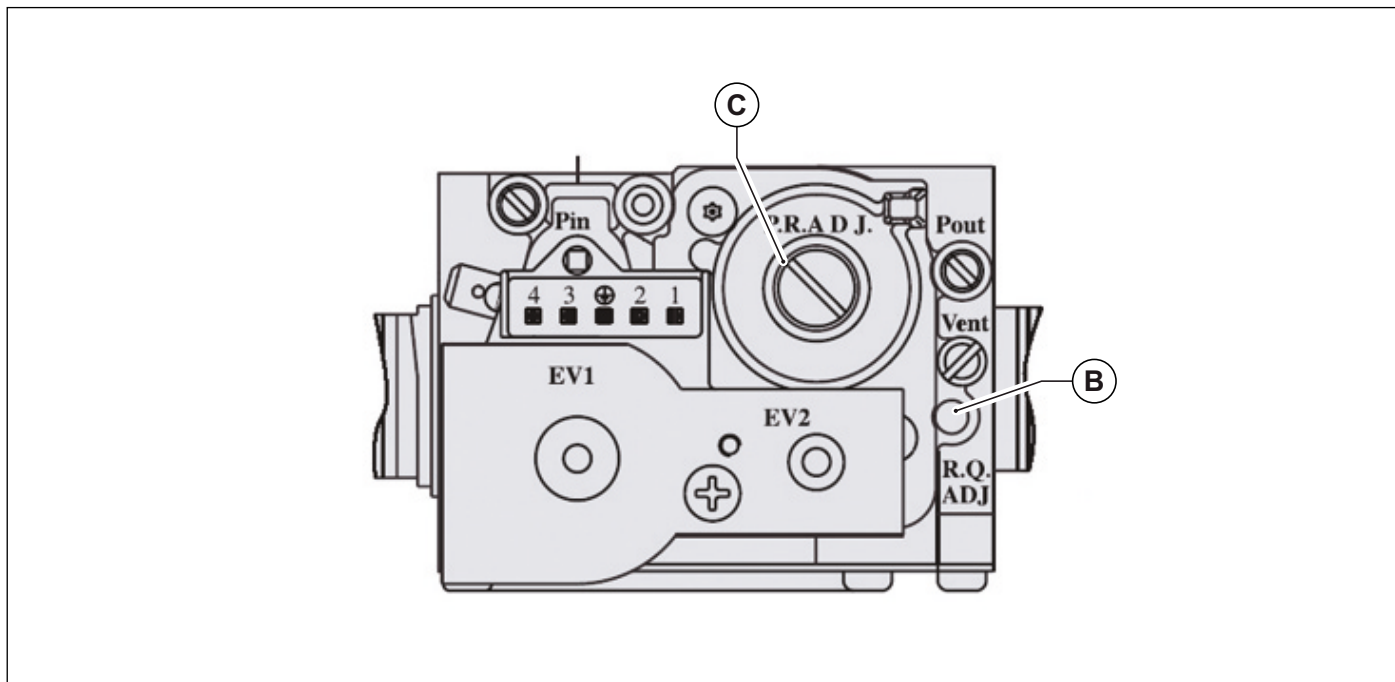

Fig. 40 Reglare valoare dioxid de carbon
- Reglați valoarea dioxidului de carbon (CO₂) din gazele arse, rotind regulatorul de raport **B** (vezi Fig. 40 Reglare valoare dioxid de carbon) și asigurați-vă că reintră în limitele din Tab. 31 Valori ale CO₂ în gazele arse. Lăsați centrala în modul curățare și treceți la pasul următor de reglare la puterea minimă.
- Reglați valoarea dioxidului de carbon (CO₂) din gazele arse, rotind regulatorul de offset **C** (vezi Fig. 40 Reglare valoare dioxid de carbon) și asigurați-vă că reintră în limitele din Tab. 31 Valori ale CO₂ în gazele arse.